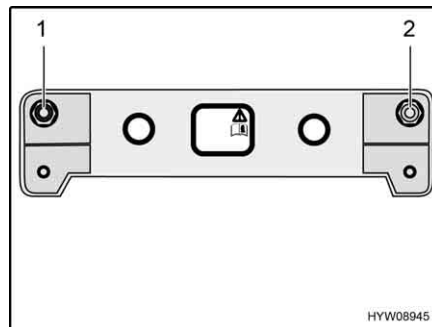

Fig. 16 Valvole di riempimento di emergenza
Nel vano motore sono installate due valvole di riempimento di emergenza (Fig. 16,1 e 2) su una lamiera di sostegno. Queste valvole sono collocate in modo che in base alla loro posizione (nel senso di marcia) possano essere associate ai lati delle molle pneumatiche. Inoltre sono contrassegnate.
- Riempire uniformemente con aria compressa le valvole di riempimento di emergenza (Fig. 16,1 e 2) presenti su entrambi i lati, fino al raggiungimento del livello di marcia normale del veicolo.